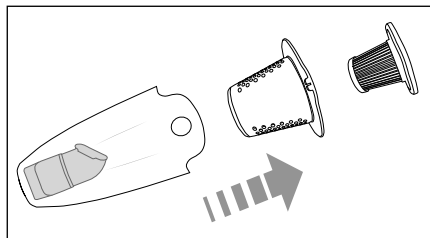

Fig. 5
- ▶ Per garantire un funzionamento corretto dell'apparecchio, svuotare periodicamente il contenitore di raccolta dello sporco (9) e pulire il filtro a maglia grossa (8) e il filtro EPA (7).
- ▶ Per ordinare un altro filtro EPA (7), rivolgersi al nostro servizio di assistenza clienti (vedere capitolo **14. Ordinazione dei pezzi di ricambio**).
- 1) Per aprire il contenitore di raccolta dello sporco (9) rimuovere l'unità portatile (3) dal suo incavo (14).
- 2) Premere il tasto di sblocco (6) e contemporaneamente staccare il contenitore di raccolta dello sporco (9) dall'unità portatile (3) tirandolo.
- 3) Sfilare il filtro EPA (7) e il filtro a maglia grossa (8) dal contenitore di raccolta dello sporco (9) (fig. 5). Svuotare i due filtri (7/8) in un bidone dell'immondizia picchiettandovi sopra. In caso di necessità è possibile sciacquare i filtri (7/8) con acqua pulita. Far poi asciugare i filtri (7/8) completamente all'aria prima di reinserirli.